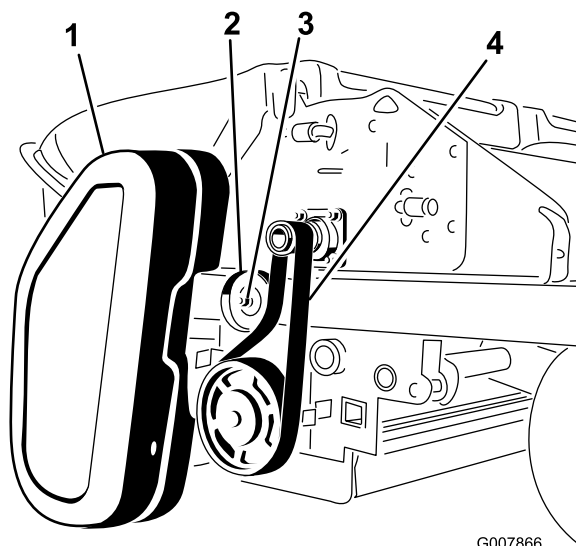

Bild 57
1. Entfernen Sie die Riemenabdeckung (Bild 57).
2. Lockern Sie die Mutter an der Spannscheibe (Bild 57).
3. Schieben Sie den Riemen von der Zerkleinererwelle und der Bürstenscheibe (Bild 57).